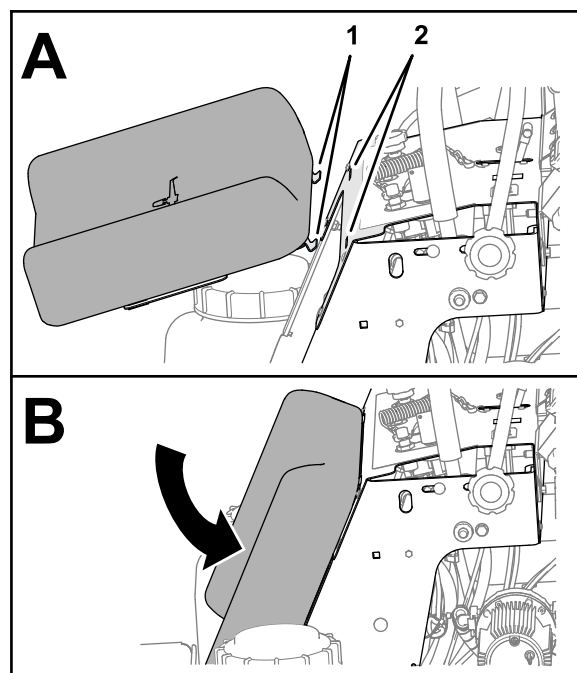

Figure 63
1. Insérez les languettes du protège-genoux dans les fentes de la console de commande (Figure 63).
2. Rabaissez le protège-genoux (Figure 63).